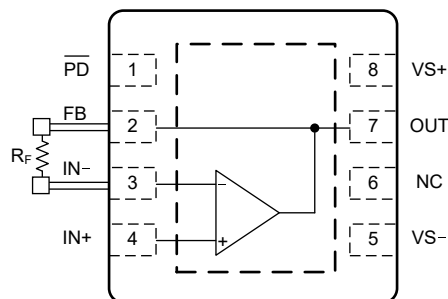

図 7-4. FB ピンと IN- ピンの間の R_F 接続
高速アナログ設計では、OPA818 などの高速アンプから最高の性能を引き出すために、寄生容量とインダクタンスを最小限に抑えることが重要です。寄生成分は、フィードバックパスと反転入力に特に悪影響を及ぼします。寄生成分は、帰還に望ましくない極とゼロをもたらし、位相マージンを減少させる可能性、または不安定性を引き起こす可能性があります。この位相マージンの削減を補正するために使用される手法は、多くの場合、アプリケーション帯域幅を狭くします。システムエンジニアがこれらのトレードオフの選択をせずに済むように、またプリント基板 (PCB) のレイアウトを簡素化できるように、OPA818 ではフィードバック (FB) ピンを反転入力ピン (IN-) と同じ側に配置しています。図 7-4 に、この構成により、FB と IN- ピンとの間に非常に短い帰還抵抗 (R_F) を接続し、PCB の設計労力を最小限に抑えて寄生成分を最小化する方法を示します。内部では、FB ピンは、シリコン上の金属配線を経由して VOUT に接続されています。この接続は固定の金属のサイズ設定により、FB ピンには電流許容能力が制限されるため、セクション 6.1 は連続動作に準拠します。